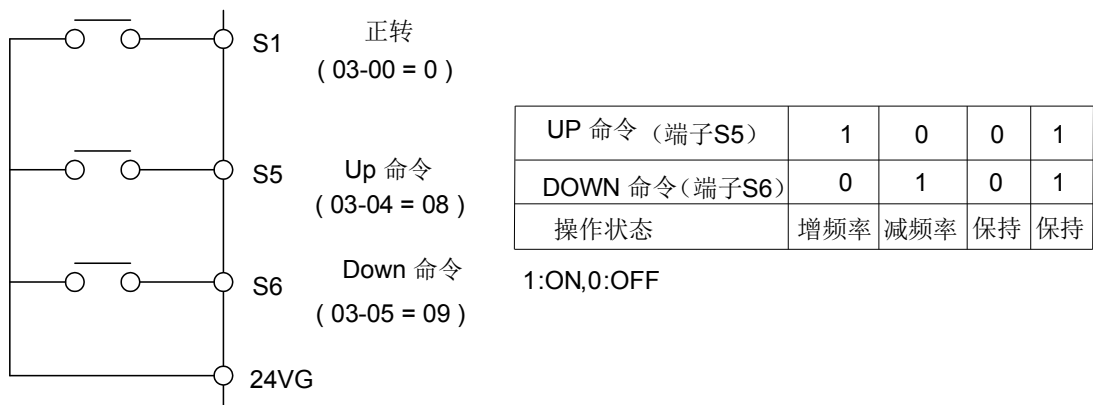
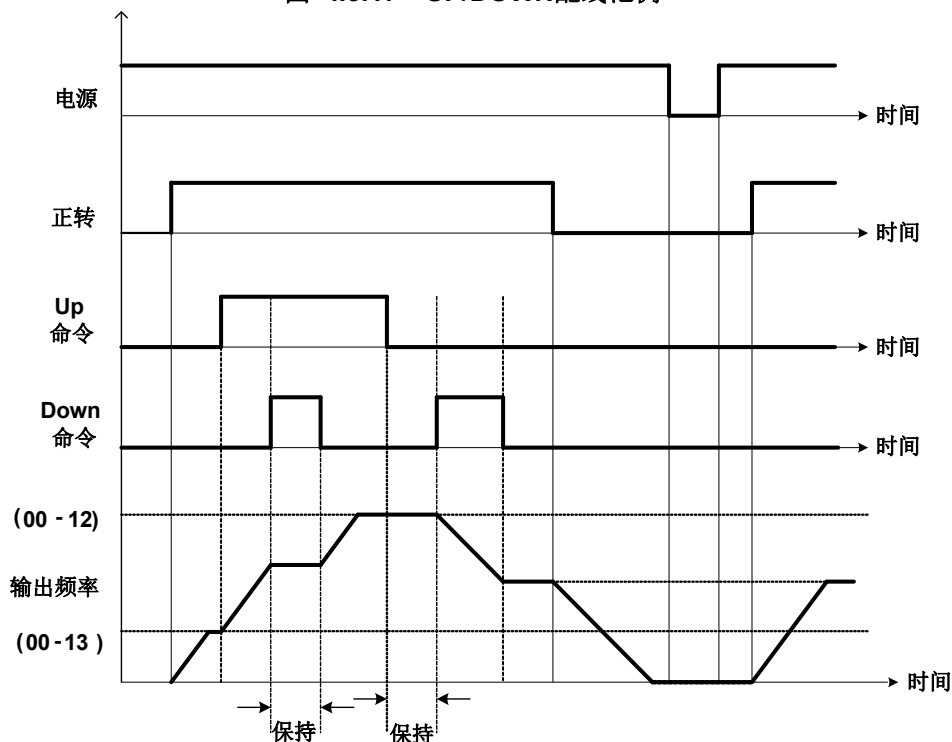

图 4.3.17 UP/DOWN配线范例
图 4.3.18 Up / Down指令时序图
- 关于UP/DOWN配线及时序范例, 参照图4.3.17及图4.3.18。